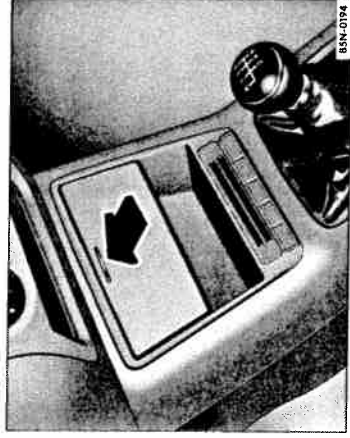

Fig. 92 Deschiderea scrumierei din față.
- Pentru *deschidere*, apăsați scurt pe capacul scrumierei în sensul indicat de săgeată ⇒ fig. 92. Capacul se va deschide singur.